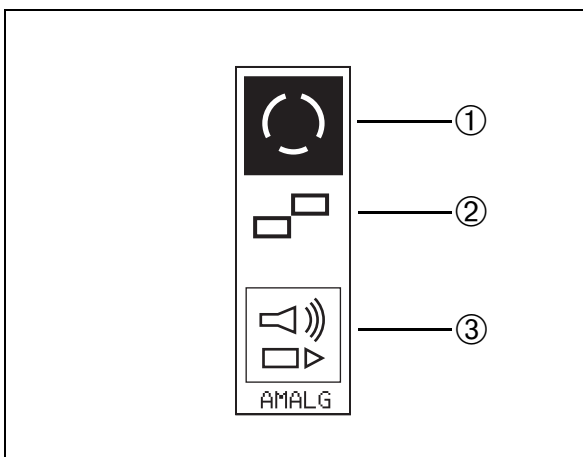

Abb. 39
Die Bereitschaftsanzeige ① (Abb. 39) erscheint im schwarzen Feld, sobald die Zentrifuge betriebsbereit ist.
Bei Störungen der Zentrifuge erscheint die Störungsanzeige ② (Abb. 39) blinkend in einem schwarzen Feld.
Sobald der Füllstand im Amalgam-Sammelbehälter 95% beträgt, erscheint die Anzeige ③ (Abb. 39) blinkend in einem schwarzen Feld. Gleichzeitig ertönt ein Hupton.
- Drücken Sie zur Bestätigung die Taste ③ (Abb. 39). Durch die Betätigung verstummt der Hupton. Die Anzeige ③ (Abb. 39) blinkt jedoch weiter.
Wird der Sammelbehälter nicht umgehend gewechselt bzw. füllt sich der Behälter zu 100%, läßt sich der Hupton nicht mehr durch Betätigen der Taste ③ (Abb. 39) abstellen. Der Saugstrom in der Speifontäne wird automatisch blockiert. Ein Absaugen ist nicht mehr möglich.